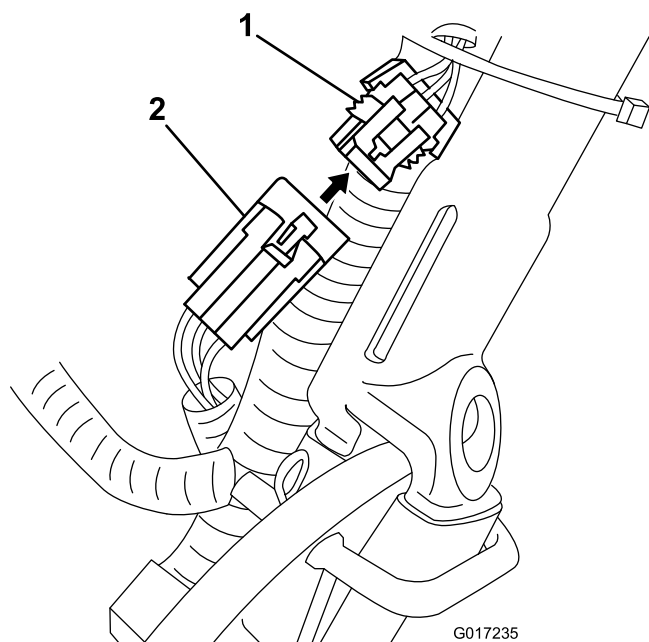

Bild 16
3. Schließen Sie den kleinen Anschluss am Pack zum Maschinenkabelbaum vom Hauptkabelbaum ab (Bild 16).
14. Verlegen Sie das Batteriepack unter und hinter dem Hauptkabelbaum an der linken Seite der Maschine zum Kabelbaum der Maschine und schließen Sie den kleinen 6-Stift-Stecker am Kabelbaum am entsprechenden Stecker am Hauptkabelbaum an, wie in Bild 16 abgebildet.